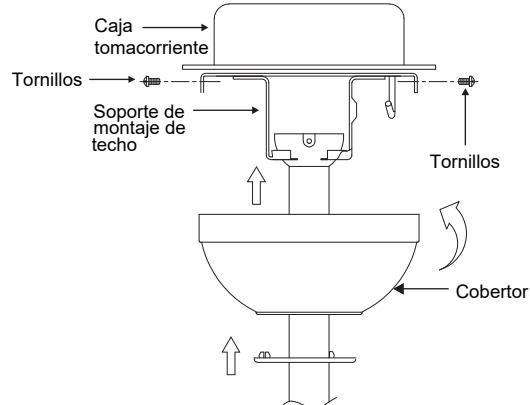

Fig. 15
**Paso 2.** Deslice el cobertor hacia arriba hasta el techo y ajústelo al soporte de montaje de techo utilizando 4 tornillos en el borde superior del soporte de montaje. Inserte cada tornillo en el orificio de montaje del cobertor y en el soporte de montaje. Ajuste bien todos los tornillos. (**Fig. 15**)